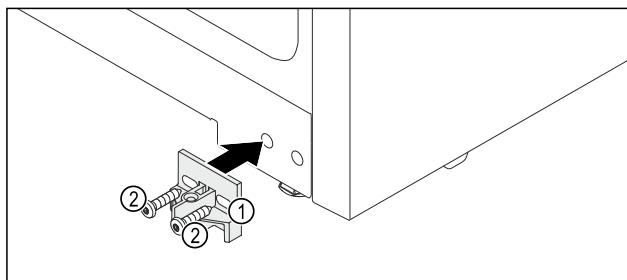

Fig. 17
- ▶ Halteteil Fig. 17 (1) mit Schrauben Fig. 17 (2) auf der Gegenseite des Gerätegehäuses montieren.